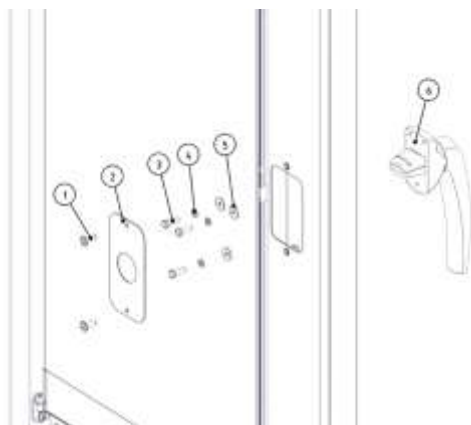

Рис. 43 – Замена ручки двери
Для замены ручки двери (рис.43) необходимо:
1. Открутить винты (поз.1, рис. 43) и снять накладку (поз.2, рис. 43)
2. Открутить болты (поз.3, рис. 43) вместе с шайбами (поз.4 и 5, рис. 43);